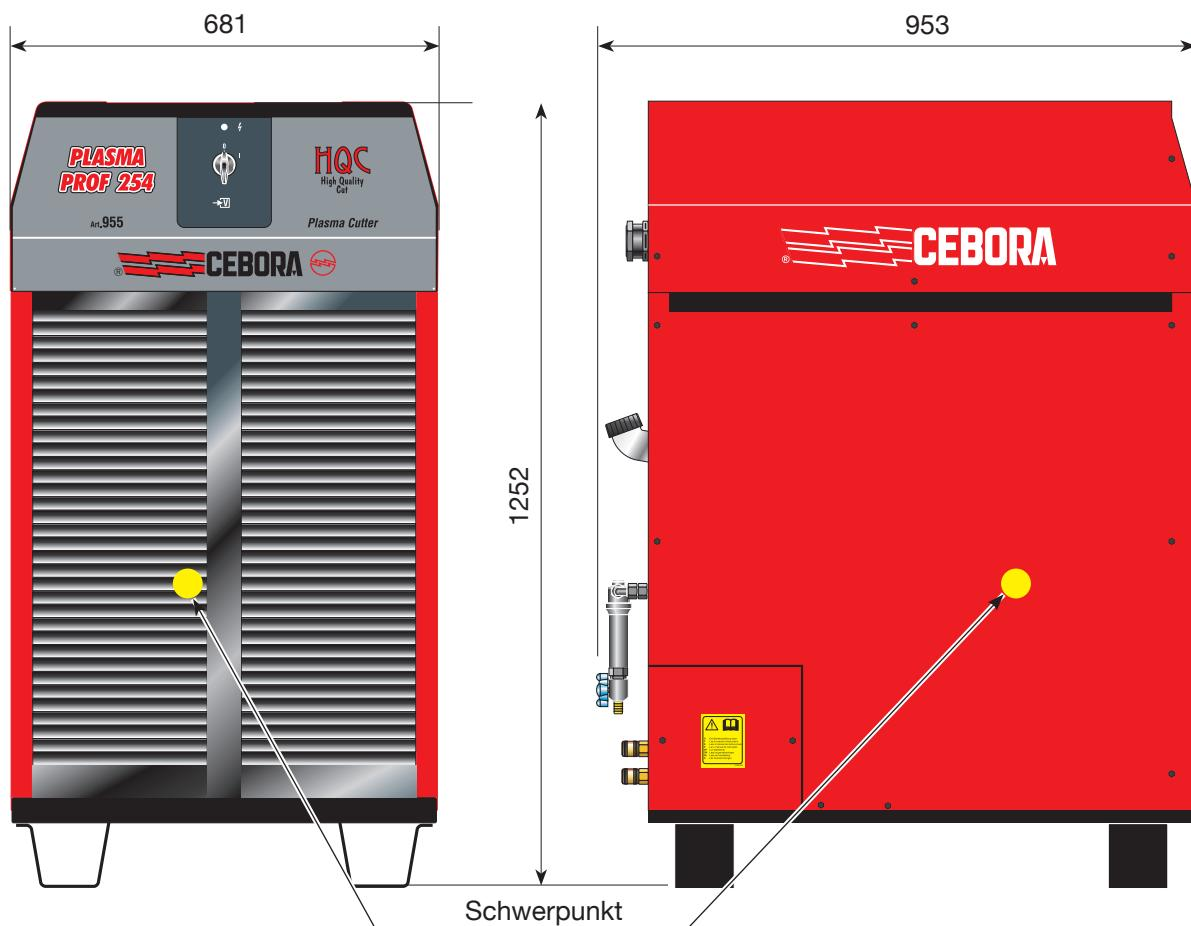

Abb. 2
- die Stromquelle mit einem Hubwagen anheben; beim Positionieren der Gabel den Schwerpunkt der Stromquelle berücksichtigen (siehe Abb. 2). Die Kühlwanne saugt die Luft auf der Rückseite der Stromquelle an und stößt sie durch das Gitter auf der Vorderseite aus. Die Stromquelle so aufstellen, dass ausreichend Platz für die Lüftung ist; von Wänden einen Mindestabstand von 1 m einhalten.